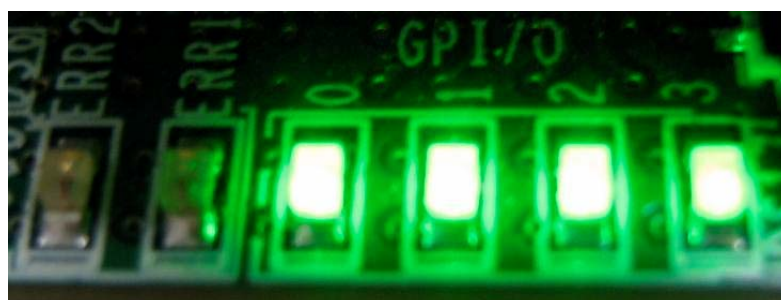

図 6a: SATA-II HDD としてホスト PC との SATA 通信が確立された場合の LED 点灯状態
- ML506/505 ボードの LED0-3(DS13 と DS15-17)および ERR1/2LED が図 6a または図 6b のような表示となっていることを確認してください。また、動作制限の 1 時間が経過すると図 6c のように ERR1/2 の LED が点灯し動作しなくなります。下表 1 に各 LED の意味を示します。